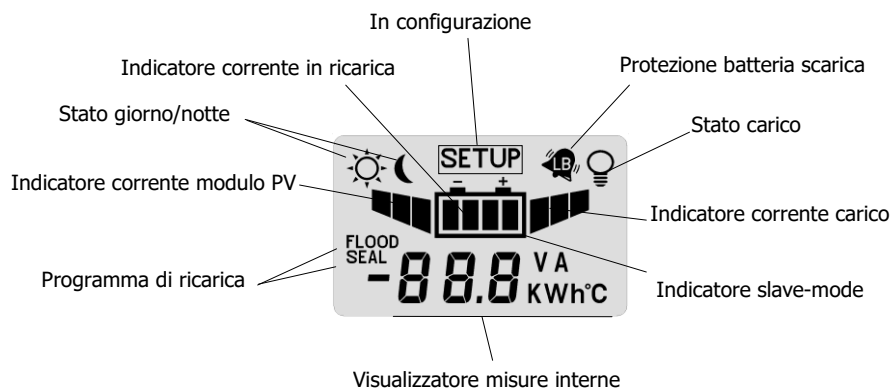

Fig. 4 Display
- 2) Rimuovere lo sportello anteriore per accedere alle connessioni elettriche (vedi *fig. 4*).